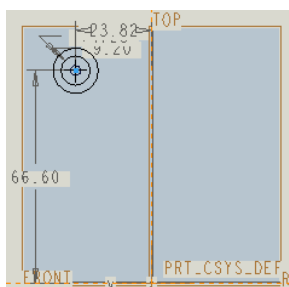

图 2-9 绘制圆
(11) 接受系统自动打开的“参照”对话框中的默认设置，直接单击按钮关闭对话框。
(12) 单击草绘工具栏中的“创建圆”按钮, 在底板的左上角分别绘制出如图 2-9 所示的两个圆。